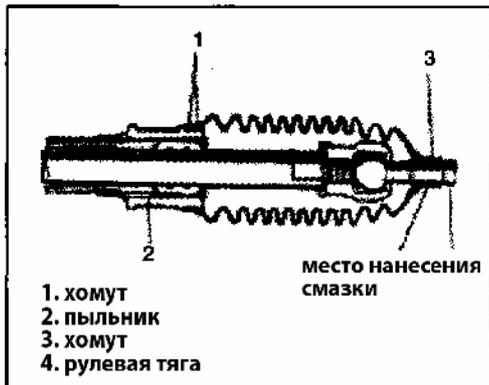

Рис. 445
- 4) Установите пыльник корпуса рулевой рейки и рулевой тяги, установите хомуты (Рис. 445). Затем проверьте состояние пыльника, на нем не должно быть повреждений и замятий.